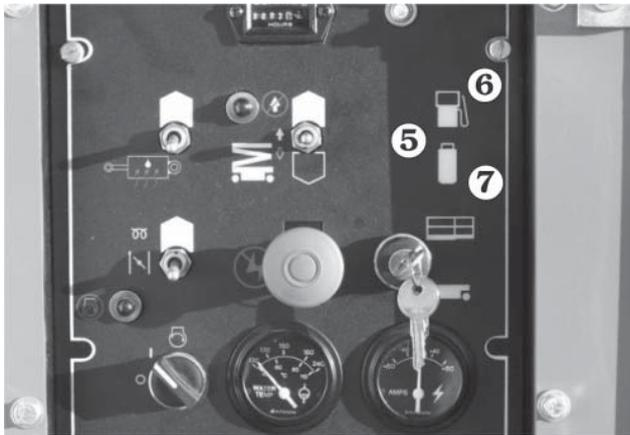

Abb. 8.13
5. Für **Dualkraftstoffbetrieb**: Schalten Sie den **Kraftstoff-Schalter** 5 je nach Bedarf auf Benzin 6 oder Flüssiggas 7, (siehe Abb. 8.13).